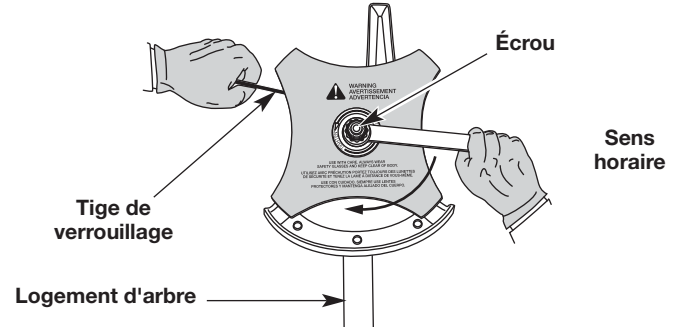

Fig. 19
2. Tout en maintenant la tige de verrouillage en place, desserrez l'écrou en le tournant dans le sens horaire avec une clé plate ou une clé à douille de 13 mm (Fig. 19).